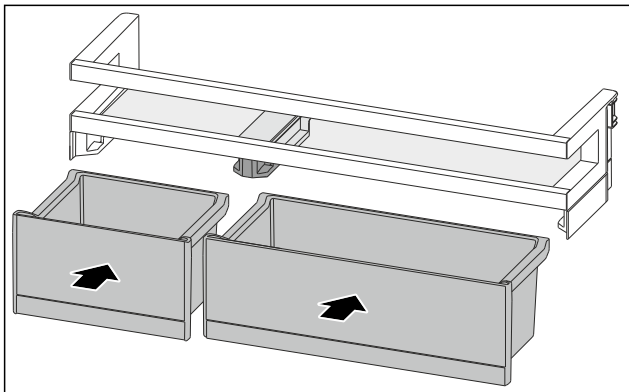

Fig. 169
- ▶ Вставте контейнери Varibox у змінні положення. (див. Fig. 169)